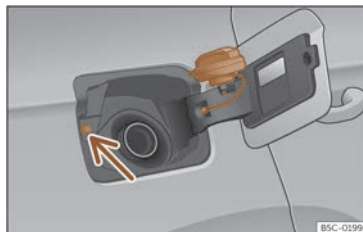

Fig. 215 Trappe à carburant avec bouchon ouvert.
Évitez de toucher le bouton de verrouillage de la trappe à carburant >>> **fig. 215** (flèche). Le système comprendrait que vous avez terminé et vous ne pourrez plus faire le plein. Rappuyez sur la touche  de la porte du conducteur pour continuer.
• Placez le bouchon dans le logement se trouvant sur la charnière de la trappe à carburant ouverte >>> **fig. 215** .